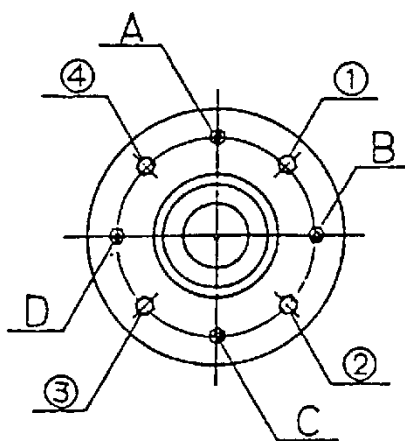

図 9-5
9.3.4 ドラムの芯出し調整 (図 9-5)
- ・ 主軸ベアリングケースを止めているボルト及びナット 4 箇所 (A～D) と、調整ボルト及びナット 4 箇所 (①～④) で調整します。(図 9-5)
- ・ 例えば、ドラムの口金を機械正面より見て右に寄せたい場合、③、④と A,C,D のナットを少し緩め、③、④のボルトをドラムの口金を見ながら締め込みます。
- ・ 調整が終わったら、③、④と A,C,D のナットを締め込みます。